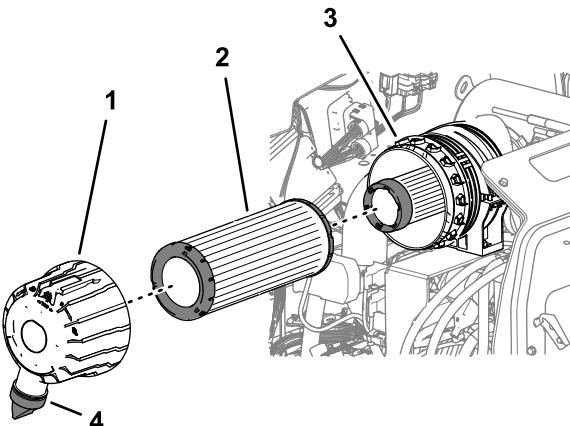

Figura 53
- Retire el filtro de aire primario (Figura 53).